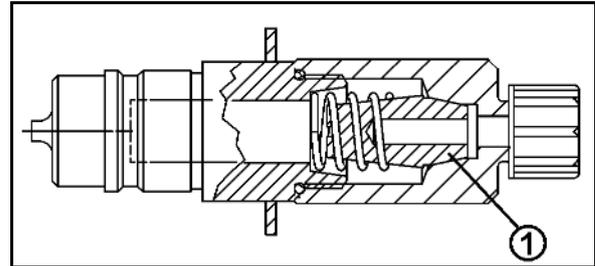

Fig. 139
1. Magnetkappe (Fig. 139/1) abschrauben.
2. Magnetspule (Fig. 139/2) abnehmen.
3. Ventilstange (Fig. 139/3) mit Ventilsitzen herausdrehen und mit Druckluft oder Hydrauliköl säubern.